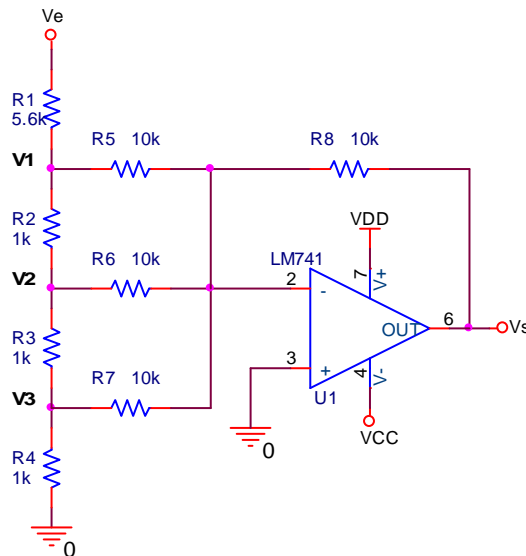

Figura 2
- 3) Arme el circuito de la figura 2. Alimente la terminal marcada como V_e un voltaje de alimentación de $12V_{CD}$.